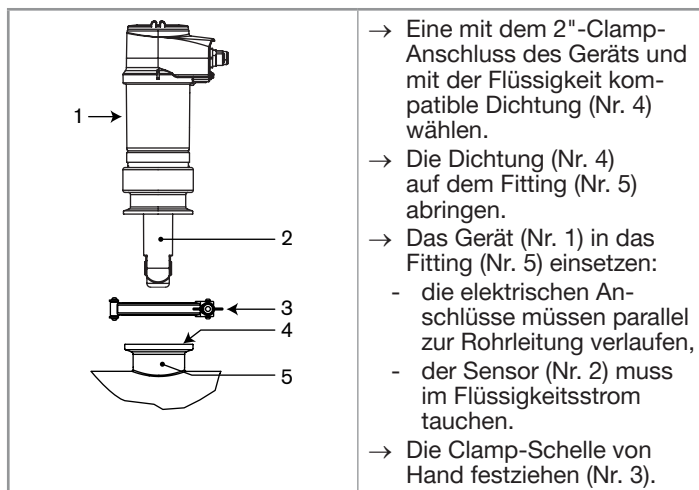

Abb. 8: Installation einer Gerätevariante mit 2"-Clamp-Prozessanschluss in der Rohrleitung
- Den Sensor am Fitting anbringen und dabei die zugehörigen Anweisungen befolgen (Abb. 8 zeigt ein Beispiel).